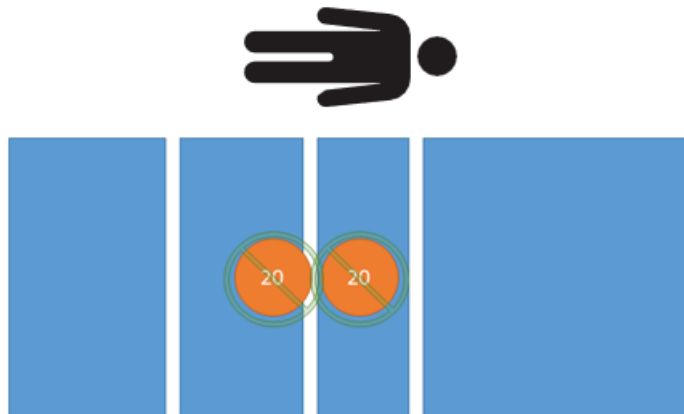

Abbildung 27 – Tara-Prüfung– 0 kg netto
1. Mit kalibrierten Gewichten 40 kg auf das Produkt legen (Abbildung 27).
12. Mit kalibrierten Gewichten 0 kg auf das Produkt legen (Abbildung 27).